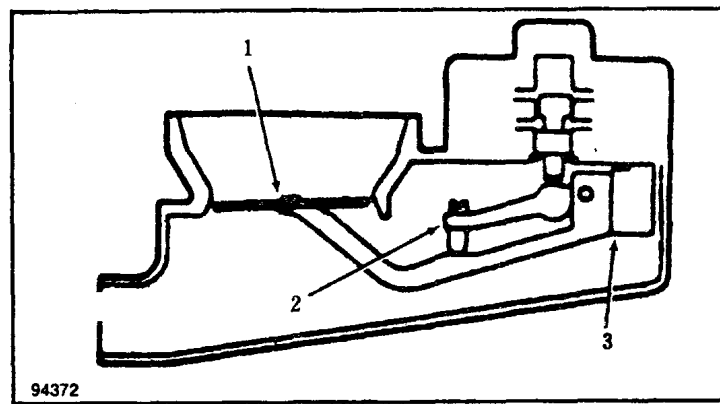

图1-5 调整气流传感器片
3) 气流传感器片间隙的测量点在气流片上燃料分配器一侧(参见图1-5)。拆下点火线圈上的接线头,并把它与搭铁线相接,然后用手摇柄转动发动机,连续转动10秒钟,最后用专用工具轻轻地抬起气流传感器片,直到感觉到有阻力,同时查看一下间隙是否达到了3.0-10毫米。